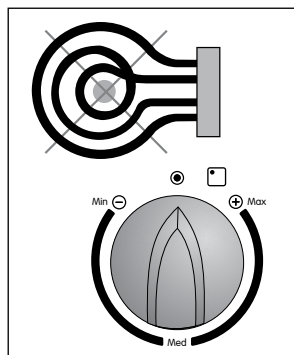

Figura 34
- Para apagar totalmente la resistencia tubular, la perilla debe quedar en la posición de APAGADO (Ver figura 34).